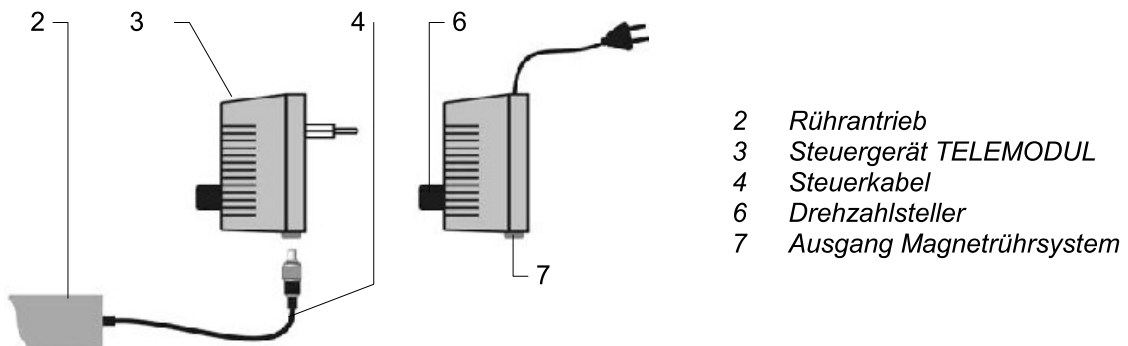

Bild 2: Steuergerät TELEMODUL als Stecker-Steuergerät (links) oder mit Netzkabel (rechts)
Die Stromversorgung der Rührantriebe (2) erfolgt wahlweise durch das Steuergerät TELEMODUL (3), Bild 2, oder das Steuergerät TELEMODUL 20 C / 40 C (5), Bild 3.